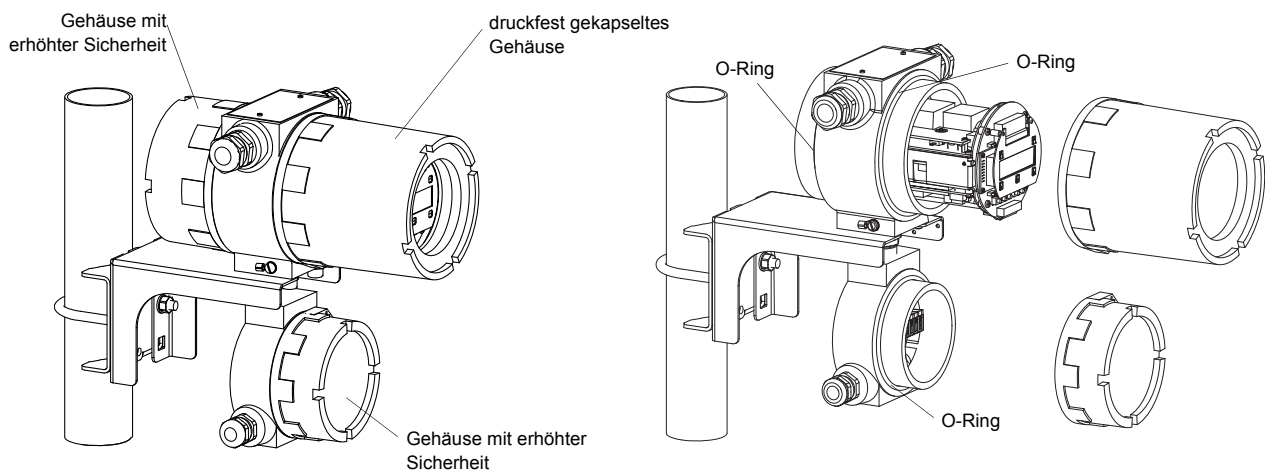

Abb. D.1: FLUXUS ADM 8027
- Prüfen Sie beim Öffnen des Gehäuses den O-Ring (FLUXUS ADM 8027, siehe Abb. D.1, FLUXUS F801, siehe Abb. D.2).